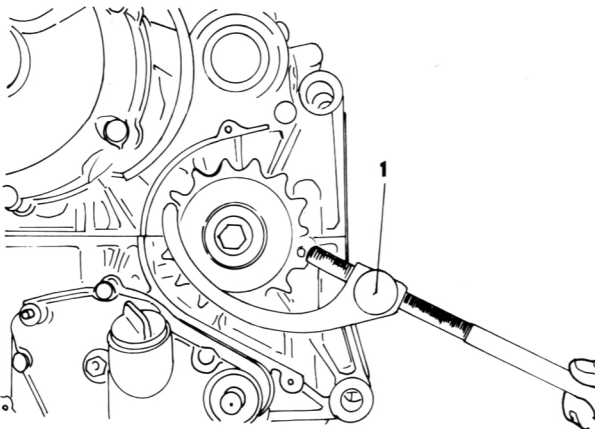

Bild 59
- Falls die Antriebskette abgenommen ist, den Universalhalter verwenden (Bild 59). Einen Gang einlegen, um Gegen- und Hauptwelle zu arretieren. Das Antriebskettenrad blockieren, um es am Drehen zu hindern.